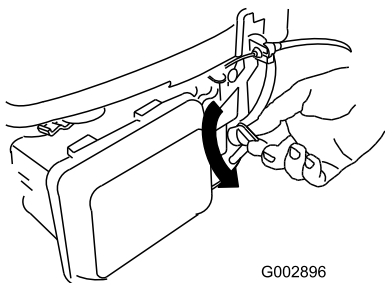

Figure 20
2. Tournez le levier du robinet d'arrivée de carburant en position ouverte (Figure 20).